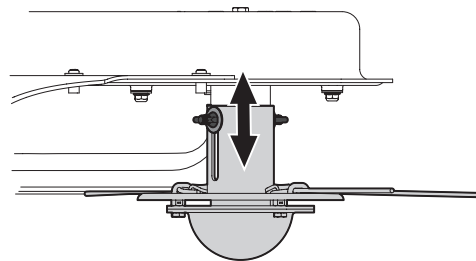

Figura 5
2. Deslice el husillo hacia arriba o hacia abajo hasta la posición deseada antes de volver a apretar las tuercas de mariposa. Consulte la Figura 5.